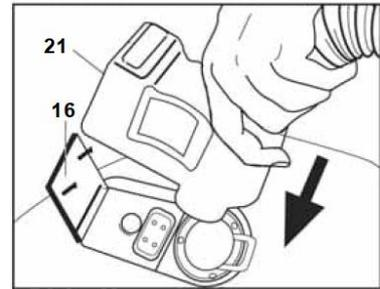

Abb. 6
Die Klappe der Steckbuchse (16) an den Körper des Schnellanschlusses drücken und kontrollieren ob die beiden Teile richtig ineinander rasten. **(Abb. 6)**